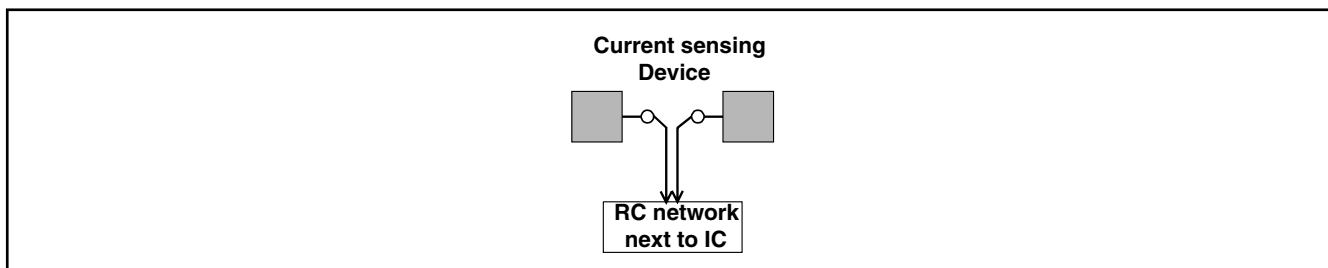

図 52. Current Sensing Traces
- 電流検出デバイス(インダクタまたは抵抗)のソルダーパッドから電流検出コンパレータの入力(CSPxとCSNx)にケルビン検出配線を用います(図52参照)。